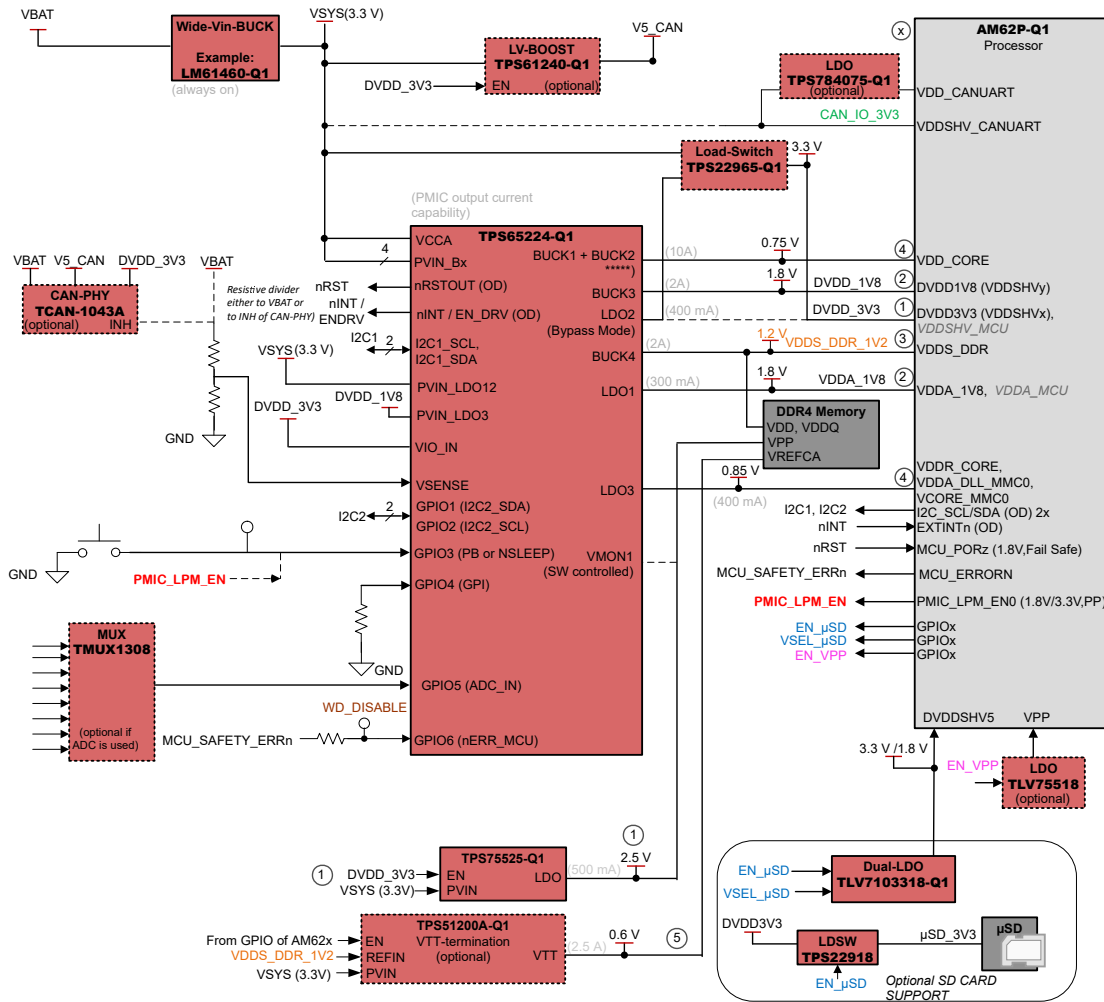

图 1-1. 使用 TPS65224-Q1 的典型 AM62P PDN
EVM 配备了 TPS6522430-Q1，旨在提供德州仪器 (TI) AM62P Sitara™ 处理器所需的电源和功能。典型的配电网 (PDN) 如图 1-1所示，它利用 TPS6522430-Q1 为 AM62P 供电。
TPS6522x 具有用于启用 PMIC 的 EN/PB/VSENSE 引脚。该引脚可配置为用作使能、按钮或电压检测输入。在 EVM 上默认填充的 TPS6522430-Q1 中, 此引脚配置为 VSENSE, 以通过分压器检测电池电压, 如图 1-1 所示。如果 EN/PB/VSENSE 未配置为按钮输入, 则 GPIO3 也可以配置为按钮输入。必须使用 J33 配置接头使 EVM 与 PMIC 配置相匹配。有关 J33 的所有选项, 请参阅表 2-6。如需了解更多详情, 请参阅节 4.1。